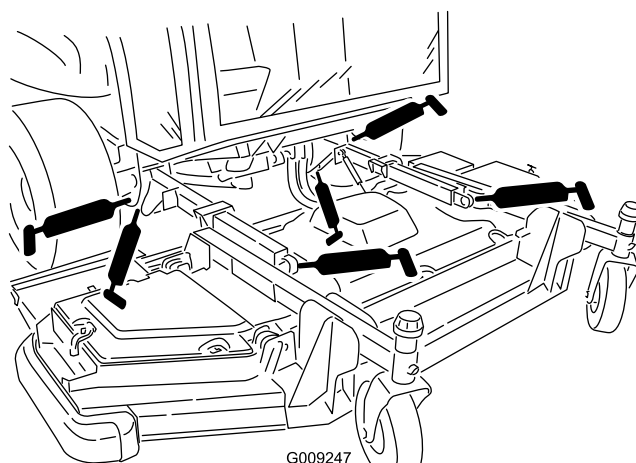

Figura 53
- 2 casquillos de brazos de elevación (Figura 53)
- 2 rótulas de brazos de elevación (Figura 53)
- 2 pivotes de cilindros de elevación de carcasa delantera (Figura 53)